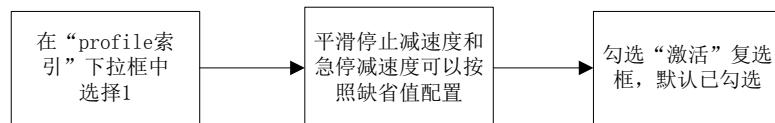

图 4-20 开环模式下 profile 配置流程
(3) 切换至“profile”页。开环模式下 profile 配置流程如图 4-20 所示。